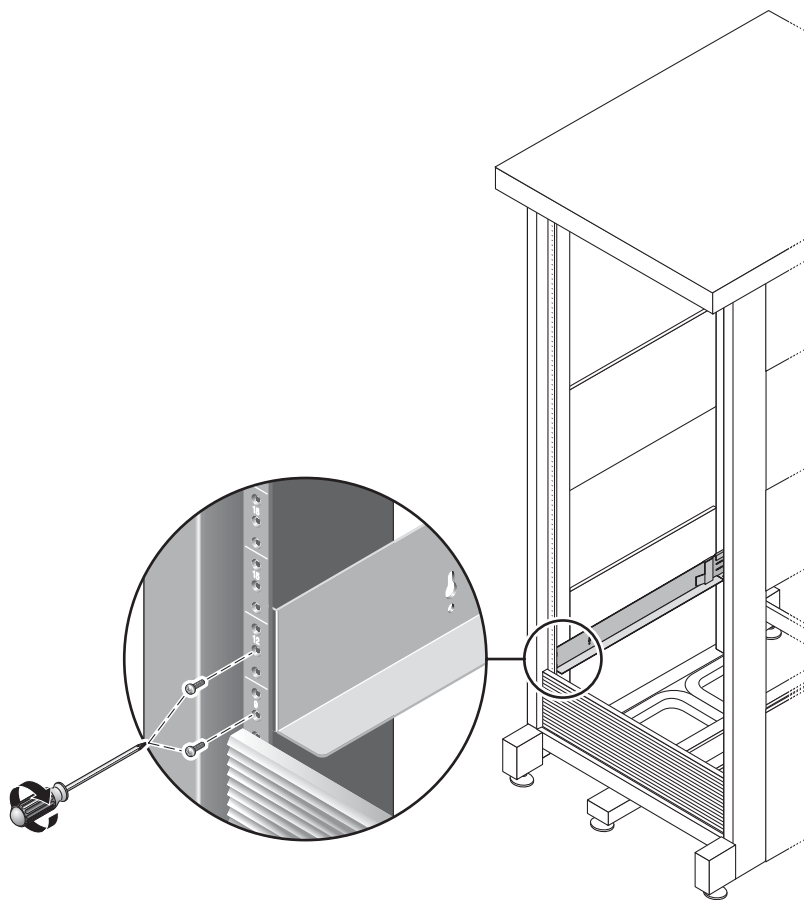

図 2-4 左側レールのキャビネット正面への固定
5. プラスのねじ回し (Phillips の 2 番) を使用して、左側のレールに 2 本の 8-32 ねじを挿入してしっかりと締め、キャビネットの正面に固定します (図 2-4)。右側のレールに対しても同じ手順を実行します。